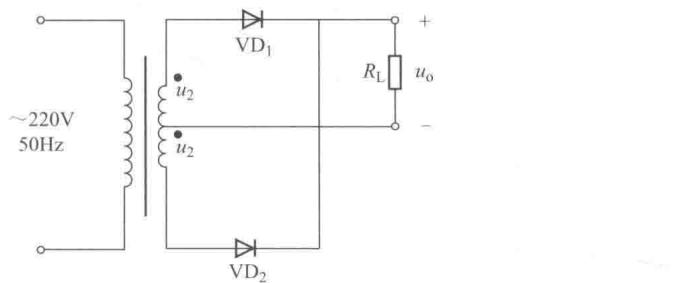

图 1-8
5. 电路如图1-8所示，变压器副边电压有效值为 $2U_2$ 。